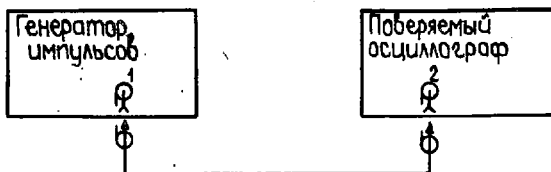

Рис. 17.
14.3.3.1. а) Ширину линии луча в вертикальном напряжении определяют методом косвенного измерения при помощи генератора импульсов Г5-53 (рис. 17).